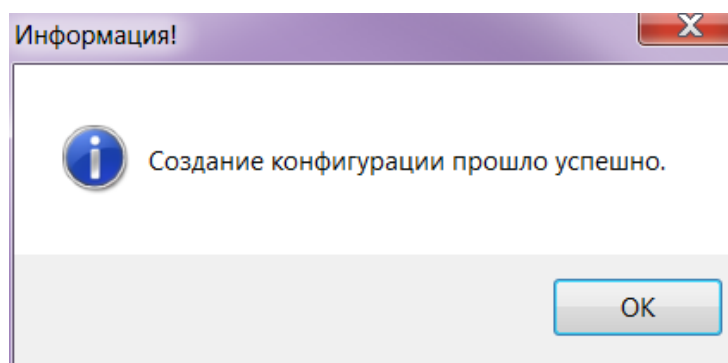

Рисунок 4.5
4.1.3.3 При успешном сохранении конфигурации появится соответствующее сообщение (см. рисунок 4.5).